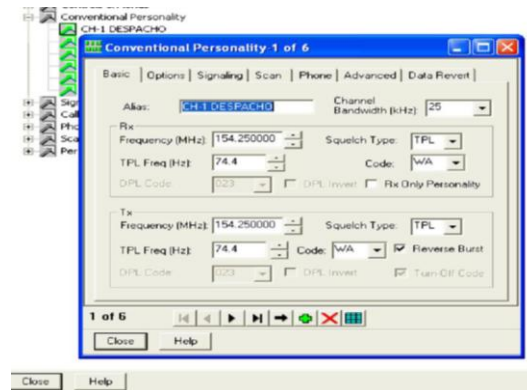

Figura 3.6 Programando el canal
5. Una vez que vemos los canales de nuestro equipo hacer doble click en el canal que queremos programar ver Figura 3.6.